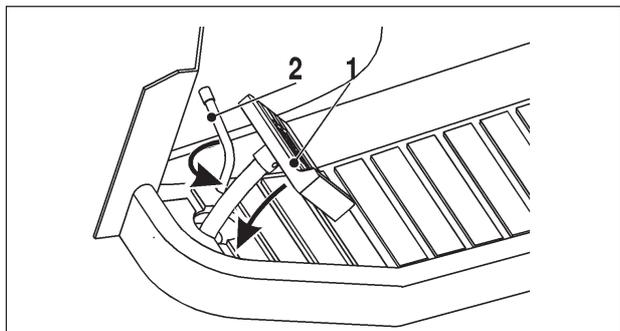

Fig. 14
3. Pise el pedal de freno hasta el fondo, y manténgalo presionado (Fig. 14, pos.1)
## FRENO (FIG. 14)
El freno de mano bloquea el pedal de freno en posición activada (Fig. 14; pos. 2).
¡Al descender una pendiente, no deje que el tractor ruede deslizándose! Al aparcar, pise el pedal de freno y bloquéelo (Fig. 14, pos. 1 y 2.)